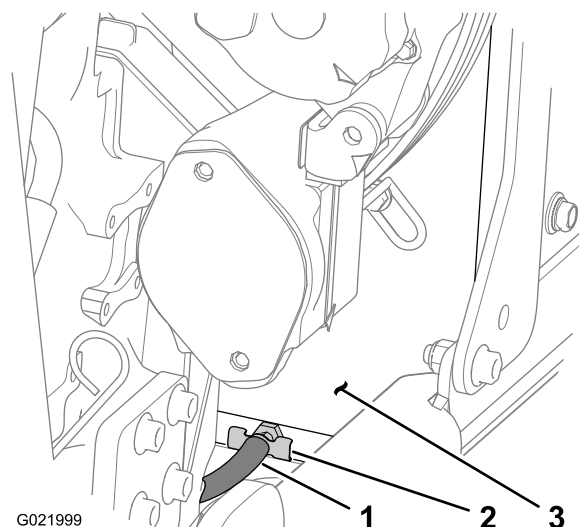

Figura 78
3. Posizionate una bacinella di spurgo con una capacità minima di 20 l sotto l'estremità aperta del tubo di spurgo (Figura 78).
5. Chiudete la valvola di spurgo (Figura 78).
- F. Aprite la valvola di spurgo e fate defluire la soluzione detergente in una bacinella (Figura 78).
- E. Aprite la valvola di spurgo (Figura 78) e fate defluire l'acqua in una bacinella.